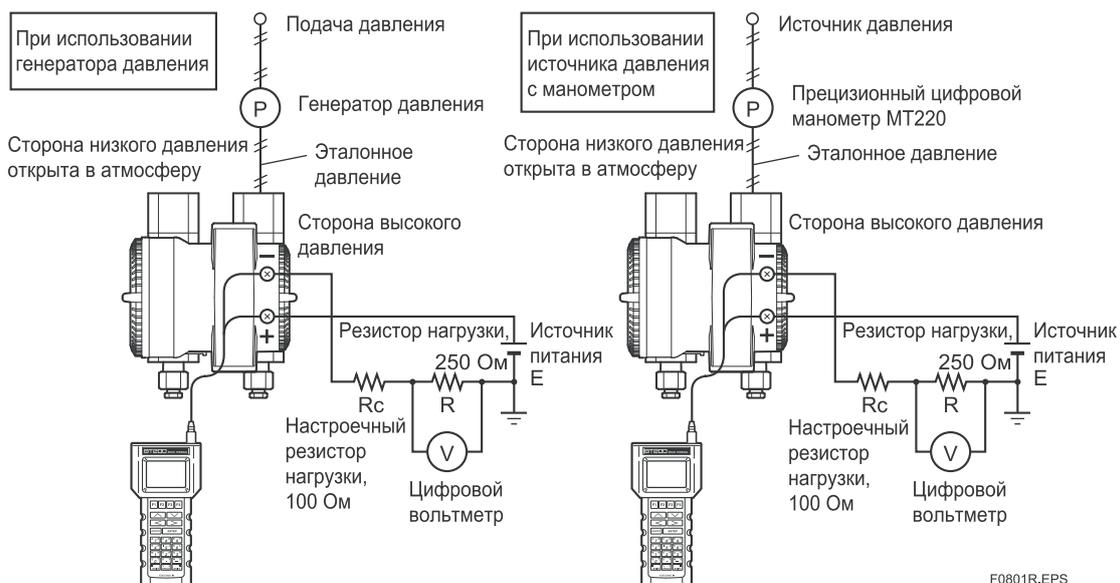

Рисунок 8.1 Схемы соединения прибора (EJX110A)
- 1) Соедините приборы так, как показано на Рис. 8.1, и прогрейте их в течение не менее 5 мин.